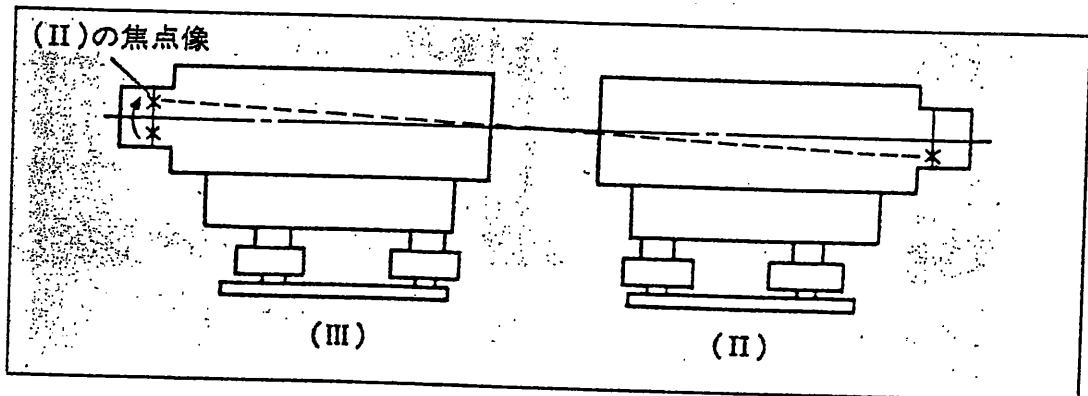

図17
- ② 次にレベル(II)と(III)を付き合わせて、レベル(III)の焦点板十字線を(II)に合わせます。(図17)